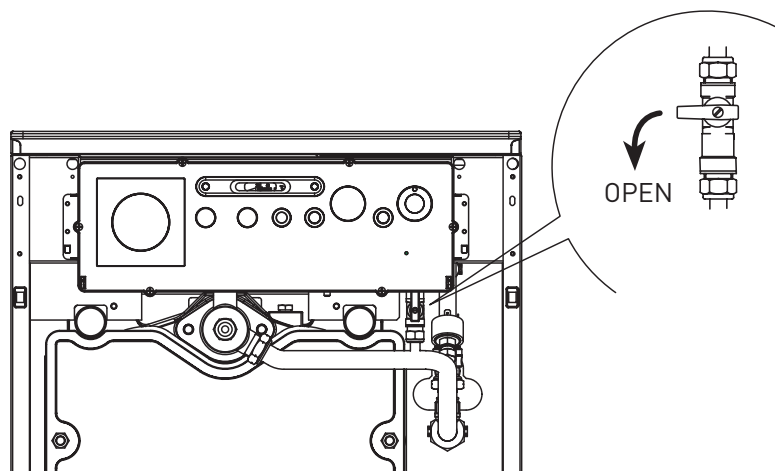

Fig. 4
2.2.1 De installatie vullen (fig. 4)
Na het vullen moet u de schroef weer in de oorspronkelijke stand zetten. Na afloop van deze handeling moet u controleren of de vulkraan dicht is (fig. 4).